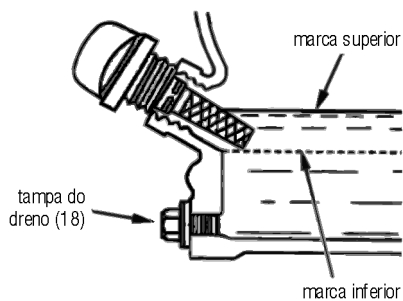

Fig. 7 – nível de óleo
- 5 – Retire novamente a vareta e faça a leitura (fig. 7);